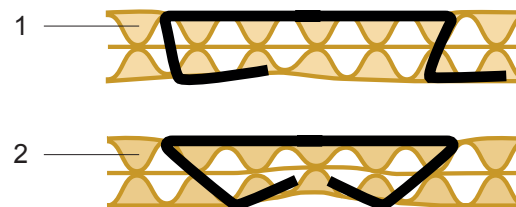

Fig. 9
Varje tång är testad noggrant före leverans. Genom påverkan kan städet komma ur läge och en defekt bockning uppstå. (Fig. 9/1). En enkel justering av städet bör då göras enligt följande.
- Provhäfta med material och bockningen bör vara enligt (Fig.9/2).